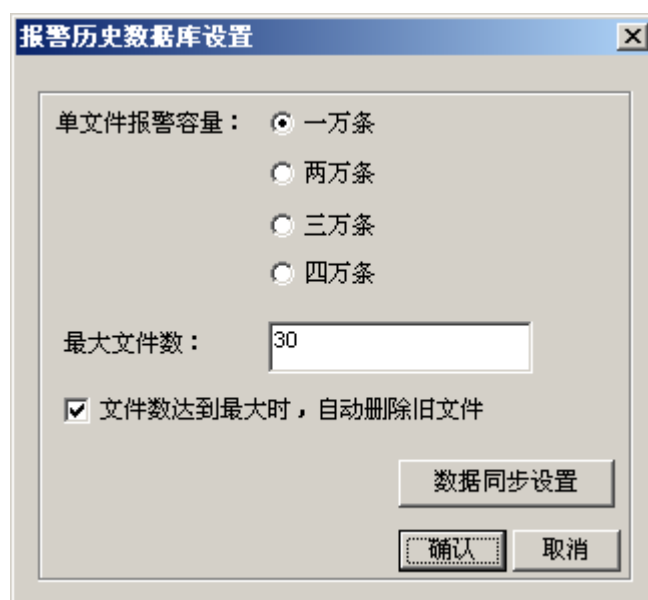

图 5-1 报警历史数据库设置对话框
- 单文件报警容量：用于设置单个报警文件所记录的报警条数。如图 5-1所示，当所记录的报警条数超过 1 万条，系统会自动生成一个报警记录文件包。可以设置的单文件报警容量为：一万条、两万条、三万条和四万条。